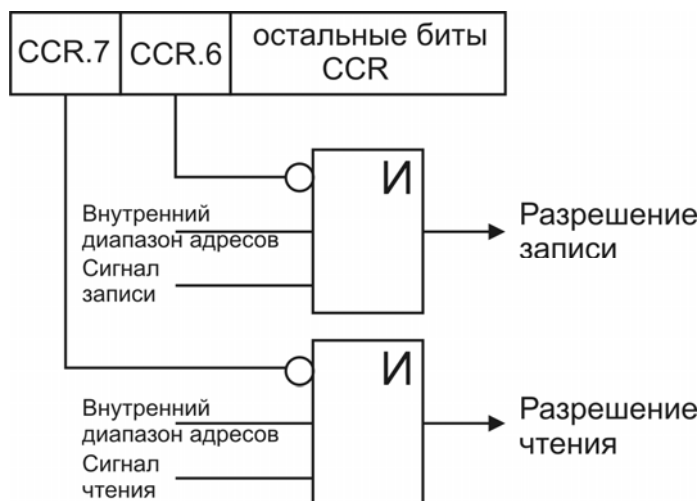

Рисунок 21.4 – Байт конфигурации кристалла
Следует установить CCR.7, чтобы запретить программе во внешней памяти доступ к содержимому EEPROM. Внутренняя память недоступна для считывания. Чтение данных может происходить, если основной счетчик команд (PC) находится в области 2000H – 9FFFH. При выполнении кода из внешней памяти любое чтение из области внутреннего ПЗУ приведет к сбросу ИС (рисунок 21.4).